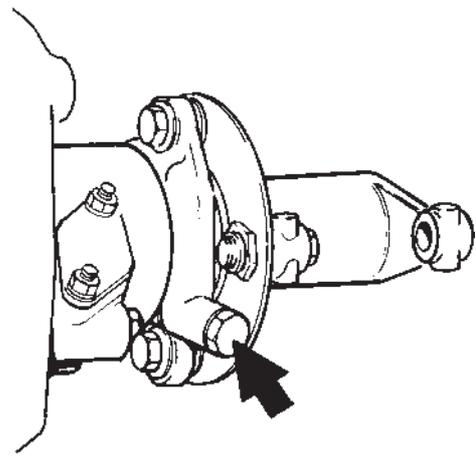

Fig. 128. Vis de serrage dans l'accouplement de pompe, série 70
5. Desserrer la vis de serrage (figure 128) et repousser vers l'avant l'accouplement sur l'arbre. Poser la pompe d'injection sur sa console et bien la fixer. S'assurer que le réglage de l'arbre de pompe n'a pas été altéré.
7. Verrouiller le flasque avant de l'arbre de commande en serrant la vis (figure 128). S'assurer que les disques d'acier sont bien plans et qu'ils ne cassent pas axialement.
Si nécessaire, ajuster en dévissant la vis de serrage au flasque d'entraînement avant (figure 128) de façon à pouvoir déplacer l'accouplement de pompe. Serrer la vis. Arrêter le moteur et poser la plaque de protection sur l'accouplement de pompe.